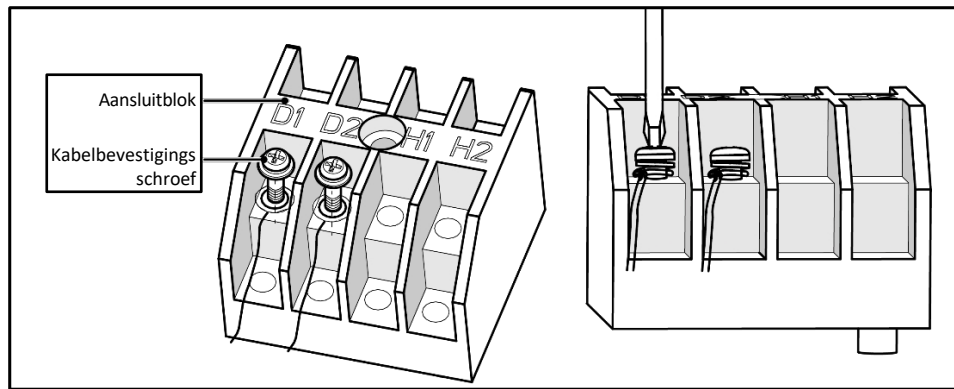

Fig. 5.3.1
- ④ Zet het netsnoer vast met een kabelklem.
- ① Verwijder het deksel van de schakelkast.
- ② Voer de communicatiekabel door de kabelgaten.
- ③ Sluit de communicatiekabel aan op de klemmen D1 en D2 van het 4-bits binnenbedradingspaneel, zoals weergegeven in Fig. 5.3.1.